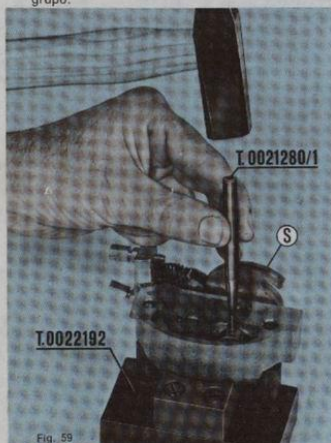

Fig. 59
- Sustitución palanca interior y sector cambio (Fig. 59).